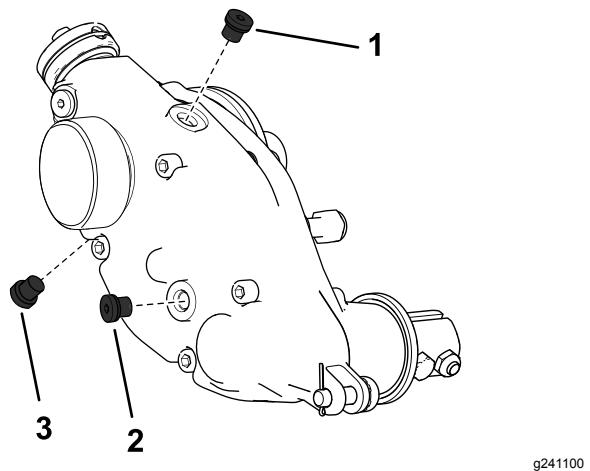

Figure 28
- Retirez le bouchon de vidange au bas du carter (Figure 28).
- Retirez le bouchon de remplissage sur le côté du carter et desserrez le bouchon d'aération au sommet pour permettre à l'air de circuler à l'intérieur (Figure 28).